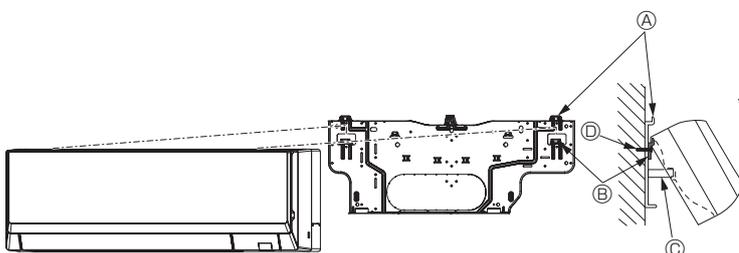

Fig. 3-13
- Si la unidad interior no puede colgarse y levantarse con el gancho normal (las dimensiones de 2.1. ⓧ (el espacio entre el techo y la unidad) son como máximo de 75 mm), cuelgue la unidad en el gancho inferior para la tubería izquierda. (Fig. 3-13)
(Fig. 3-13)